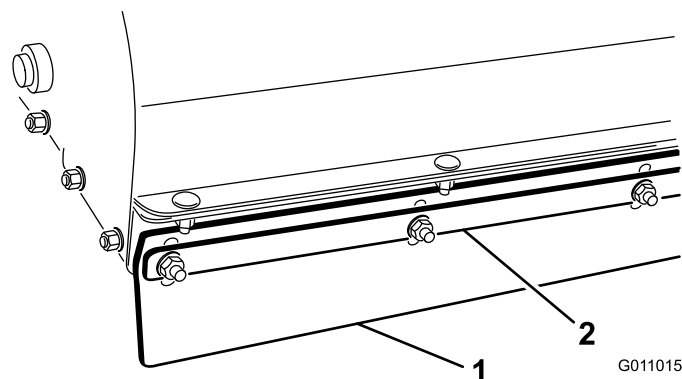

図 20
1. ブラシ・ハウジングに金属製ストラップと前フラップを固定しているナットをゆるめる (図 20)。